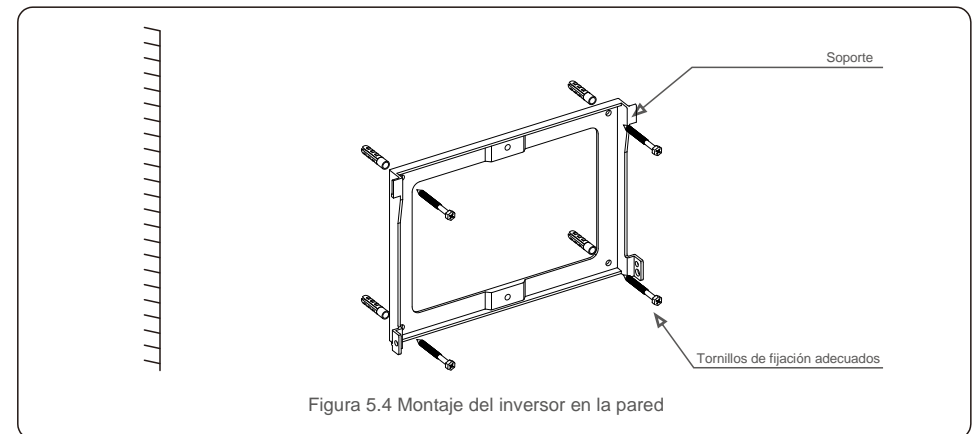
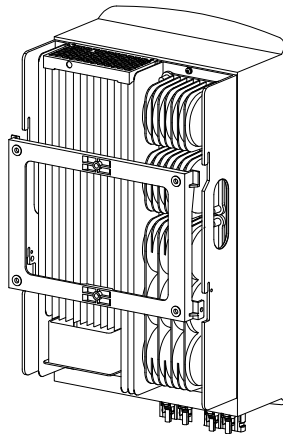

Figura 5.4 Montaje del inversor en la pared
Figura 5.5 Instale el inversor
Consulte la figura 5.4 y la figura 5.5. El inversor debe montarse verticalmente. Los pasos para montar el inversor se enumeran a continuación.
1. Consulte la Figura 5.4, los orificios para el perno de expansión según el diámetro del orificio del soporte (tornillos roscadores de cabeza hexagonal empotrados en cruz ST6.3 *60, tubular expansible HJ0108 de 10*50 mm) usando la perforación de percusión con el taladro de 10 mm deben permanecer verticalmente en la pared. La perforación debe realizarse verticalmente respecto a la pared. La profundidad de todos las perforaciones es de 60 mm.
2. Asegúrese de que el soporte esté horizontal Asegúrese de que los orificios de montaje (en la figura 5.4) estén marcados correctamente. Taladre los agujeros en la pared con sus marcas.